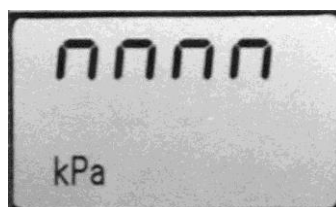

Рисунок 2.
Если при индикации значение измеряемого параметра отображается в кПа, при нажатии на кнопку «*Imin* (F)» в течение 5 s, отобразиться значение измеряемого параметра в kgf/cm^2 и, наоборот, при отображении значения в kgf/cm^2 при нажатии на кнопку «*Imin* (F)» в течение 5 s отобразиться значение в кПа. В случае, если у пересчитанного значения разрядов больше чем у индикатора, то на индикаторе выдаётся сообщение о переполнении (рисунок 2) т.е. число которое необходимо вывести на индикатор больше чем 999.